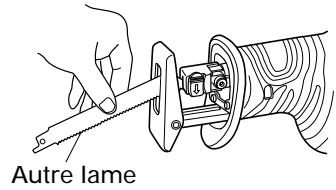

Fig. 11
- (1) Si la section cassée de la lame sort de la petite fente du plongeur, tirer sur la section cassée pour sortir la lame.
- (2) Si la section cassée de la lame est dissimulée à l'intérieur de la petite fente du plongeur, accrocher la lame à l'aide de l'extrémité d'une autre lame et la sortir. (Fig. 11)